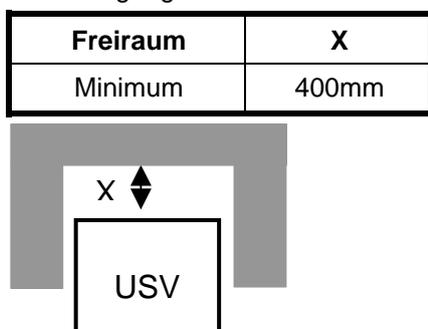

Bild 3.1: USV Aufstell-Empfehlung
- Mindestens 40cm rückseitiger Freiraum für korrekte Kühlung zur Verfügung steht (siehe Bild 3.1 und 3.2);